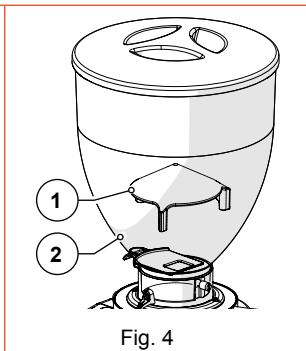

Fig. 4
• Noodpaddenstoelknop op vultrechter koffiebonen (Fig. 4)